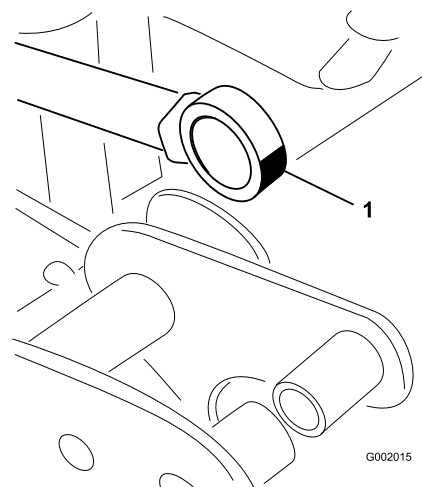

Bild 72
5. Drehen Sie das Stangenendenlager und schmieren Sie Schmiermittel in das Lager (Bild 72).